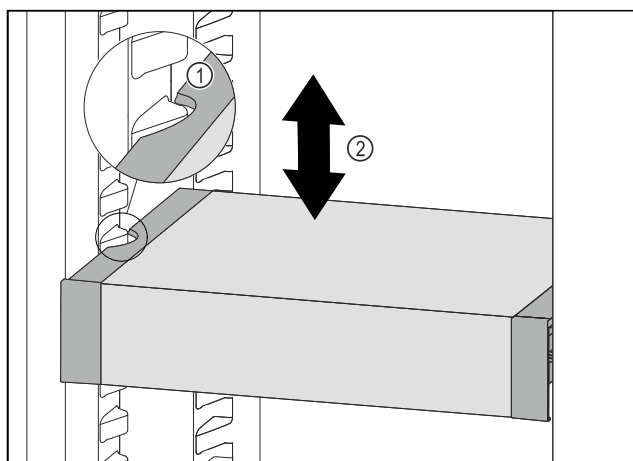

Fig. 94
- Tirer le VarioSafe vers l'avant jusqu'à ce que les encoches latérales du VarioSafe soient à la hauteur de la nervure du bac dans la partie réfrigérateur. Fig. 94 (1)
- Déplacer le VarioSafe vers le haut ou vers le bas dans la partie réfrigérateur jusqu'à ce que la hauteur souhaitée soit atteinte. Fig. 94 (2)